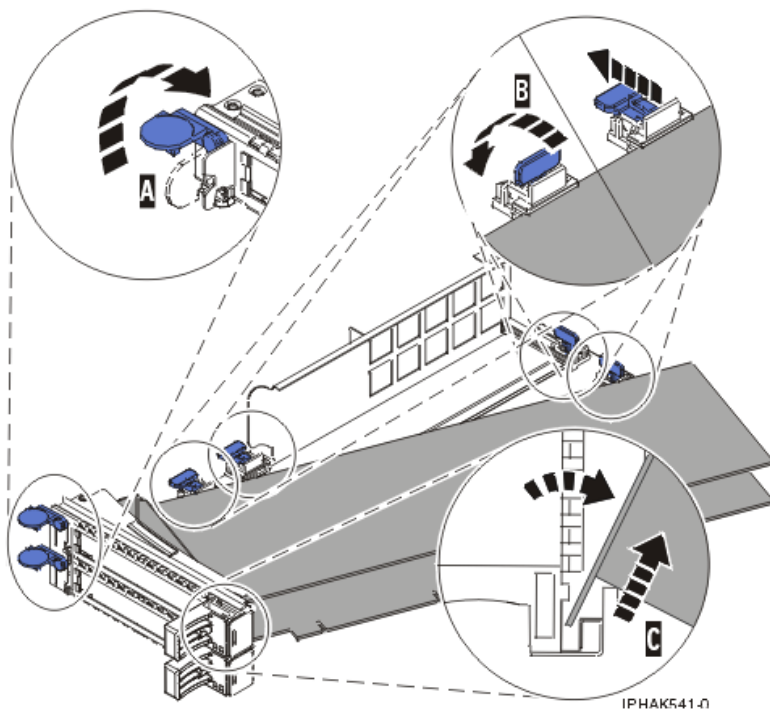

Figure 71. Retrait de l'adaptateur de la cassette de cartes PCI
- a. Déverrouillez les crochets de retenue de l'adaptateur en faisant tourner l'étrier de retenue (A) pour le mettre en position horizontale. Pour plus d'informations, voir figure 71, à la page 80.